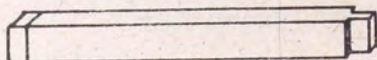

Fig. No. 3 (4)
**Travesaños intermedios:** en ambos lados llevan espigas. Medidas: 76 cms largo, ancho y grosor, iguales a las anteriores (figura No. 3).